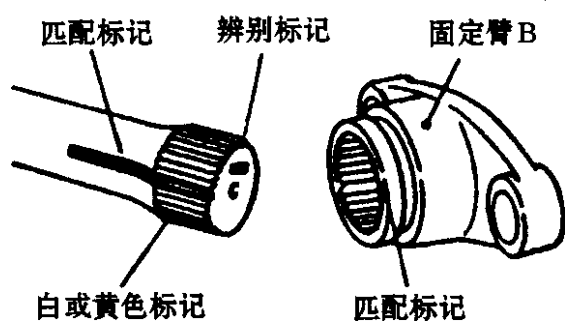

图7-33扭杆端面标记
①装配时，不可将左右扭杆装错，以免损坏扭杆。扭杆端面上有标记，R用于右侧，L用于左侧，见图7-33。同时扭杆和固定臂上都有匹配标记，装配时必须对准，否则弹簧刚度变化，会造成异常振动。